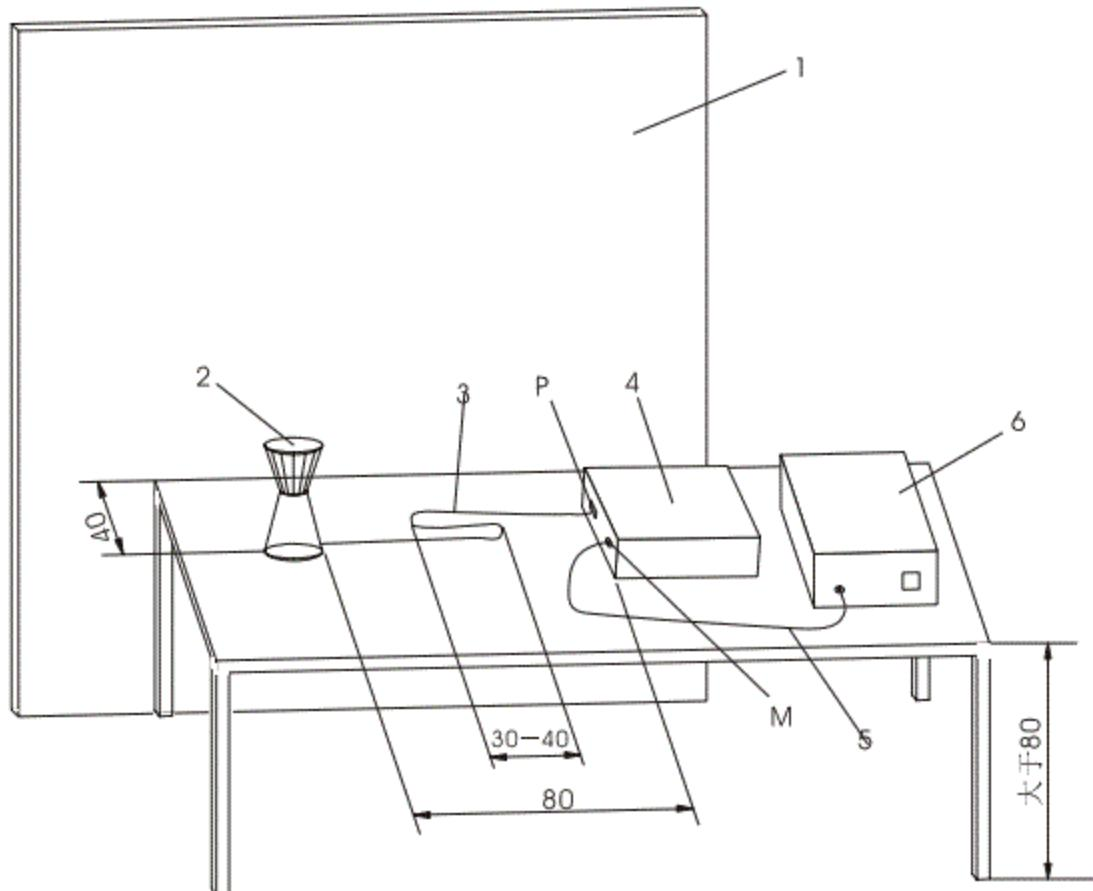

图 7 台式设备的布置方法
- 1、测量布置方法见图 7；
- 1、 测量布置方法见图 7, 需附加模拟手进行测量;